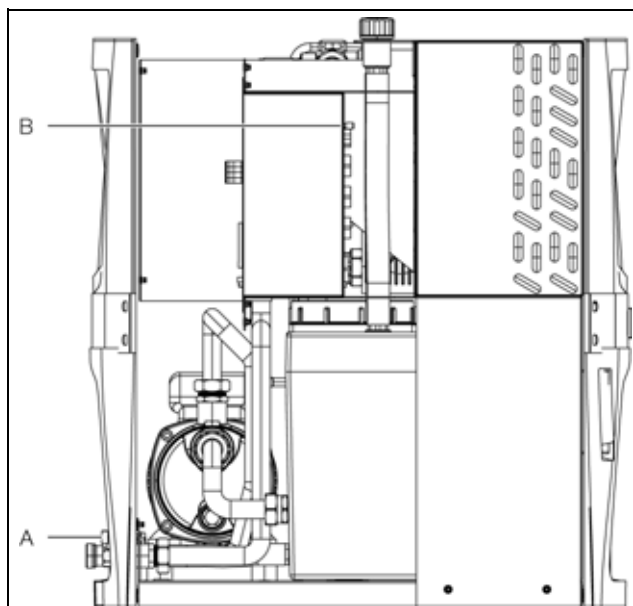

Рис. 47: Прокладка кабеля температуры помещения
- Введите подходящий соединительный кабель в чиллер через предусмотренное дополнительное отверстие (рис. 47, поз. А).